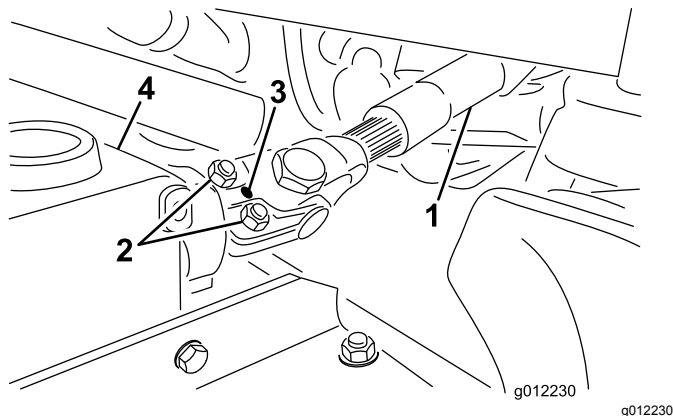

図 3
- A. ヨークとギアボックスのシャフトからロールピンを取り外す 図 3。
- B. ボルト2本とロックナットをゆるめる 図 3。